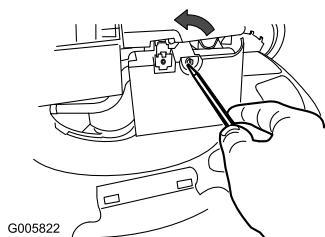

Figure 15
1. Ouvrez le couvercle du filtre à air avec un tournevis (Figure 15)